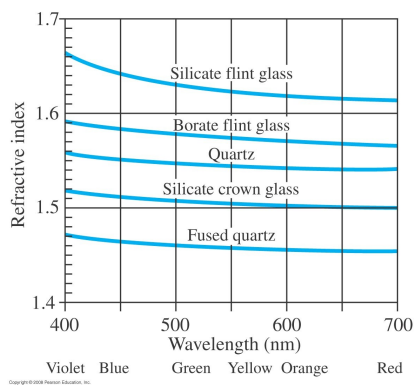

Abb. 4: Dispersion [2]
Bisher sind wir davon ausgegangen, dass der Brechungsindex unabhängig von der Wellenlänge des gebrochenen Lichts ist. In der Realität ist dies jedoch nicht der Fall; im Allgemeinen hängt der Brechungsindex von der Wellenlänge ab (Abb. 4). Dies wird *Dispersion* genannt. Sie kennen diesen Effekt von einem Regenbogen. Die Regenbogenfarben entstehen durch eine unterschiedliche Brechung der verschiedenen Wellenlängen in den Wassertropfen.
5. Welches Glas aus Abbildung 4 ist für die Verwendung in einem Prismenspektrometer am besten geeignet (warum)?